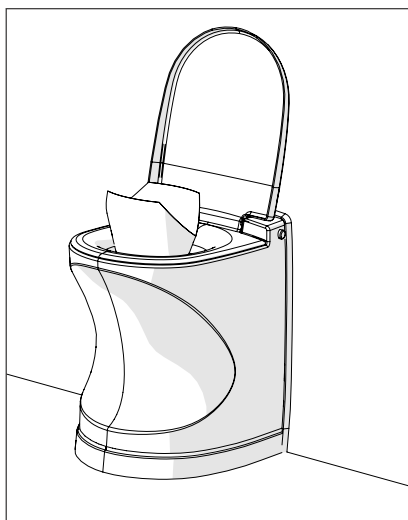

Bild 1
2. Placera påsen i skålen och se till att påsens "söm" ligger längs skarven i skålen. Kom ihåg att ta en ny påse vid varje besök (bild 1).